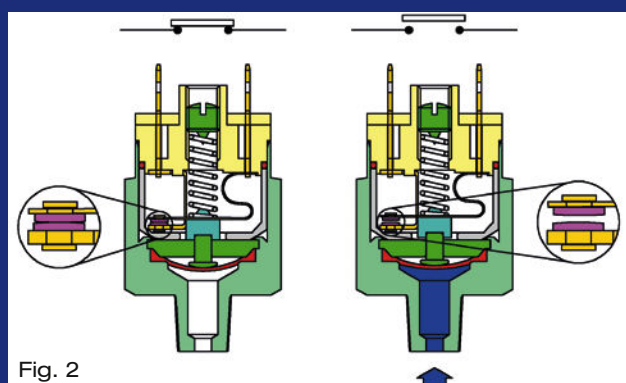

Fig. 2
- La rappresentazione di Fig. 2 mostra un pressostato con contatti **NORMALMENTE CHIUSI (N.C.)** in assenza di pressione.
- *The diagram of Fig. 2 shows a pressure switch with NORMALLY CLOSED (NC) contacts in the absence of pressure.*